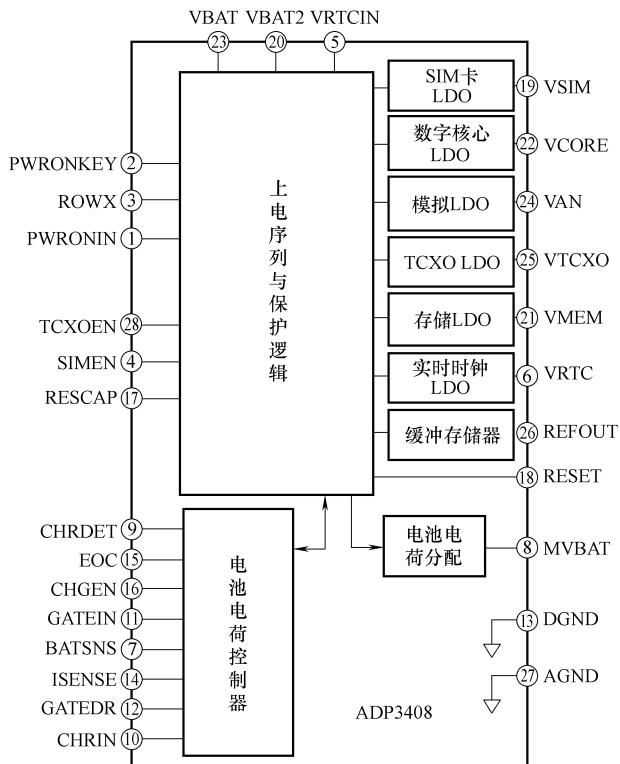
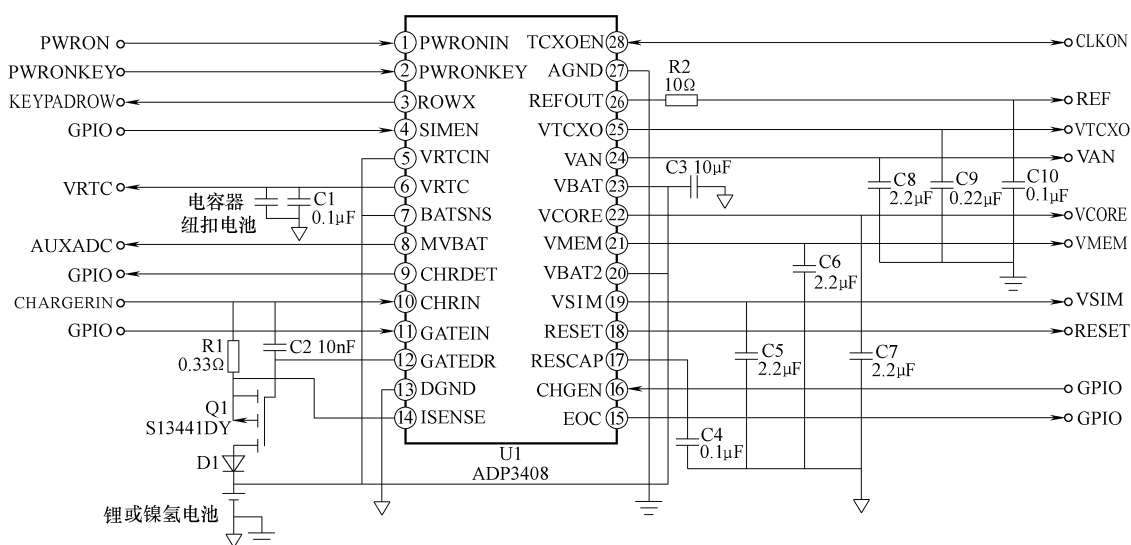

图 2-64 ADP3408 内部电路框图
图 2-65 由 ADP3408 组成的典型应用电路
- 电源管理芯片 ADP3408 内部电路框图如图 2-64 所示。由它组成的典型应用电路如图 2-65 所示。